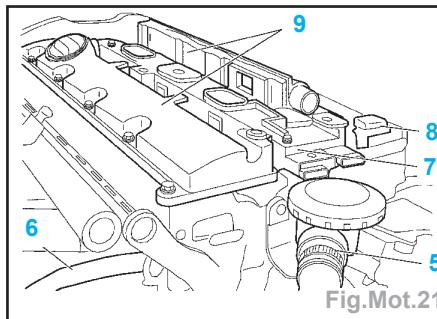

Fig.Mot.21
- Désaccoupler (Fig.Mot.21) :
- le tuyau d'admission d'air à l'échappement (5),
- le tube de recyclage des gaz d'échappement (6).